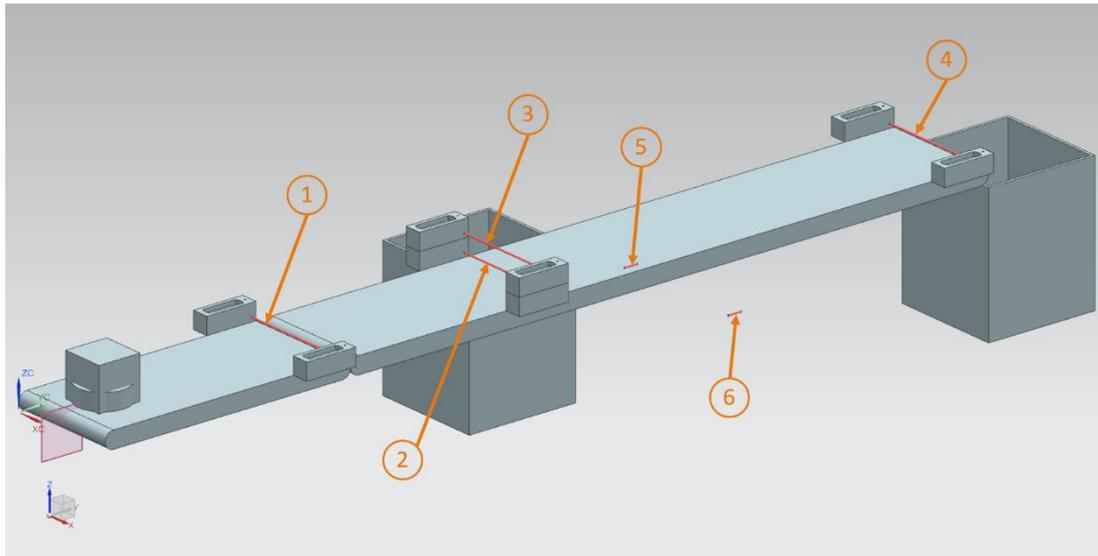
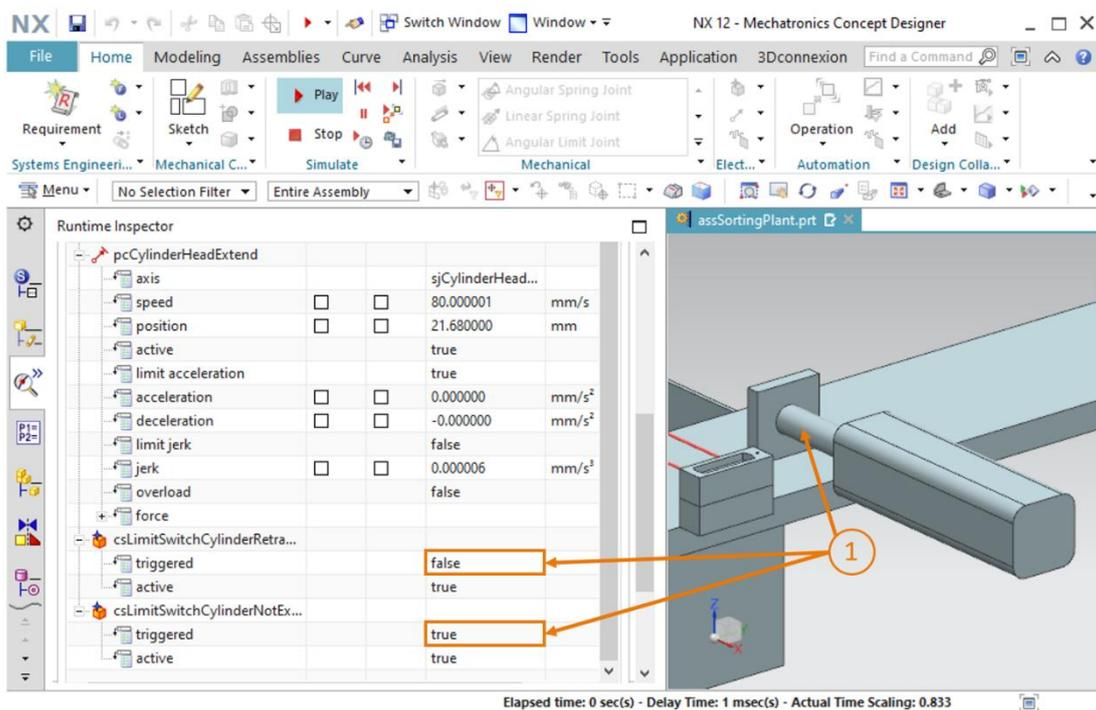

Figure 51 : Vue d'ensemble de tous les capteurs de collision dans l'installation de tri
Figure 52 : Comportement des capteurs de collision des barrières photoélectriques pendant la simulation
→ Vous avez créé le premier capteur de collision (mis en évidence dans la Figure 51, étape 1). Définissez les capteurs de collision restants comme suit :
- La **barrière photoélectrique inférieure du milieu de la bande transporteuse arrière "conveyorLong"** (voir Figure 51, étape 2) doit être créée comme capteur de collision nommé **"csLightSensor Cylinder"** à des fins de détection de pièces cylindriques.
- La **barrière photoélectrique supérieure du milieu de la bande transporteuse arrière "conveyorLong"** (voir Figure 51, Schritt 3) doit être créée avec le nom **"csLightSensorCylinderTop"** pour la différenciation sans ambiguïté entre les pièces cylindriques et parallélépipédiques. Les pièces cylindriques et parallélépipédiques ont une hauteur différente, de sorte que les pièces cylindriques, moins hautes, sont uniquement détectées par la barrière photoélectrique inférieure et que les pièces parallélépipédiques, plus hautes, sont détectées par les deux barrières photoélectriques.
- Les pièces restantes sur la bande transporteuse sont comptées à l'aide de la **barrière photoélectrique placée à la fin de la bande transporteuse longue "conveyorLong"** (voir Figure 51, étape 4) Lorsque le tri est effectué correctement, ils ne restent que des corps parallélépipédiques. Le nom du capteur de collision associée doit être **"csLightSensorCube"**.
- Le **commutateur de fin de course à la fin de l'éjecteur** (voir Figure 51, étape 5) détectera si l'éjecteur n'est pas entièrement sorti. Dans ce cas, sélectionnez le **capteur limitSwitch à la fin de l'éjecteur** comme objet Capteur de collision dans l'Assembly Navigator (Navigateur de modules). Donnez au capteur de collision le nom **"csLimitSwitchCylinderNotExtended"**.
- Le **commutateur de fin de course au début de l'éjecteur** (voir Figure 51, étape 6) signale que l'éjecteur est entièrement rentré. Affectez à ce capteur de collision le nom **"csLimitSwitchCylinderRetracted"**.
→ Lancez la simulation comme indiqué au Chapitre 7.1, "Section : Démarrage et arrêt d'une simulation dans MCD". Commencez par tester uniquement le comportement des barrières photoélectriques de l'installation de tri. Pour cela, mettez le signal **actif** des régulateurs de vitesse "scConveyorShortConstSpeed" et "scConveyorLongConstSpeed" sur "true", et le signal **actif** des deux autres régulateurs de vitesse sur "false". Avec la simulation, vous pouvez voir le transport des deux pièces à usiner. Lorsque vos capteurs de collision des barrières photoélectriques sont traversés (comparer avec la Figure 51, étapes 1 – 4), les champs "triggered" (déclenchés) du capteur respectif sont mis sur "true". Sinon, ils restent mis sur "false". Vous pouvez en voir une illustration à titre d'exemple pour la première barrière photoélectrique "csLightSensorWorkpiece" dans la Figure 52, étape 1.